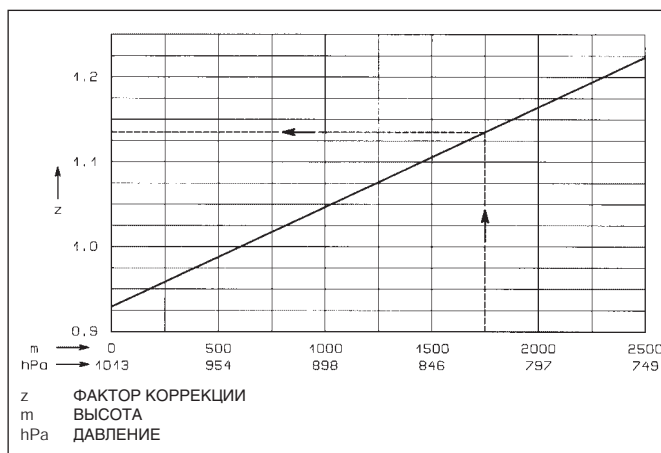

Рис. 7
**ДИАГРАММА ПОПРАВКИ НА ВЫСОТУ НАД УРОВНЕМ МОРЯ (Рис. 7)**